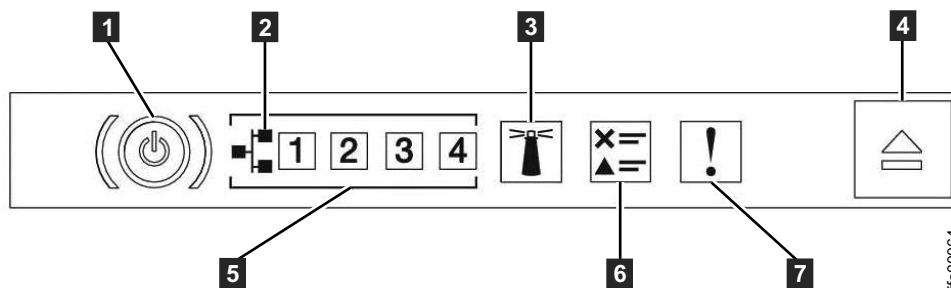

Figura 44. SAN Volume Controller 2145-DH8 painel de informações do operador
1. O LED de erro do Sistema **7**, mostrado no Figura 44, no SAN Volume Controller 2145-DH8 painel de informações do operador está aceso ou piscando?